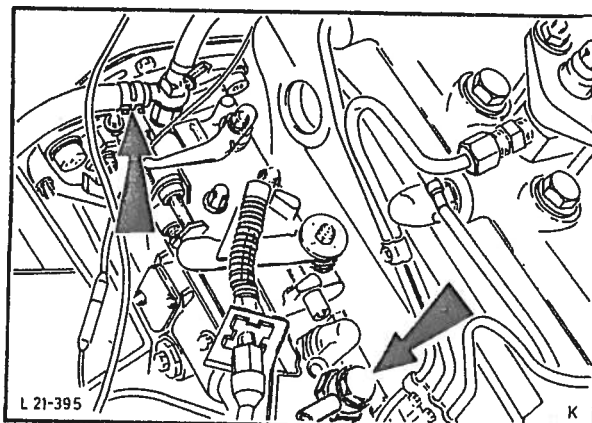

Fig. 28 Skru brennstoffrørene til innsprøytnings-pumpen.
26. Fest lavtryksslangen til vakuumpumpen. Monter brennstoffrør og returrør til innsprøytningspumpe, fig. 28.